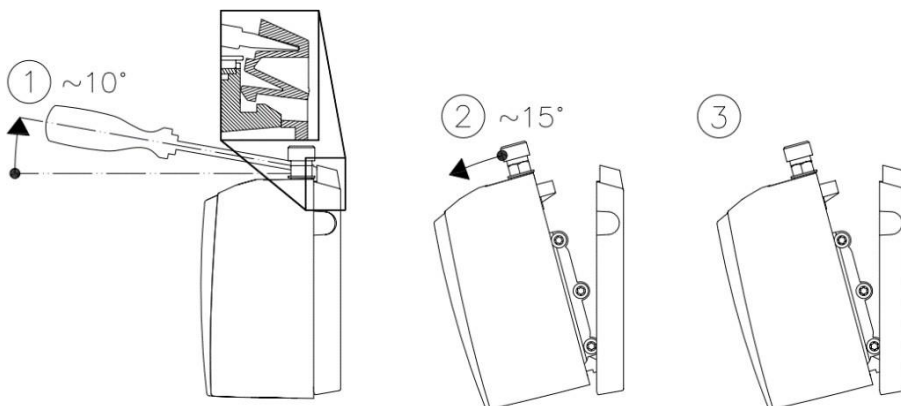

Figure 1. Déconnexion du panneau de montage du CEEI
Débranchez le panneau de montage du corps du chauffe-eau électrique en suivant les instructions de la Figure 1. Pour ce faire, placez un tournevis à lame plate dans la serrure située entre les tuyaux de dérivation d'eau froide et d'eau chaude et tirez un peu vers le haut (1). Inclinez l'appareil vers l'avant à 15° maximum (2) et débranchez l'appareil en le tirant vers le haut (3).